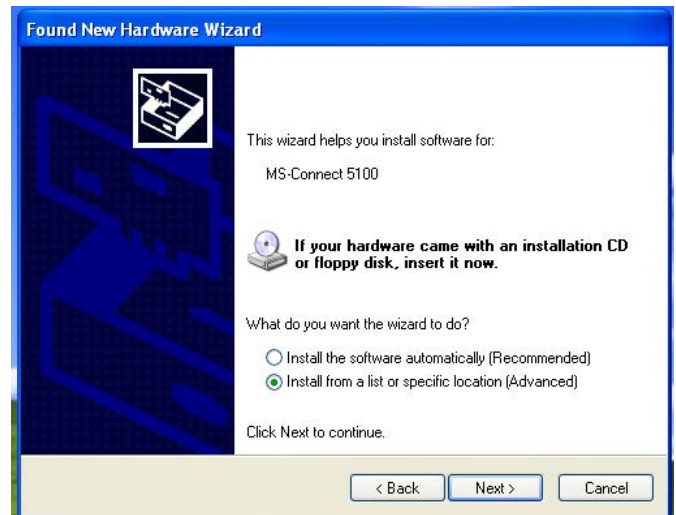

FIG.15: Caricamento del software da un percorso specifico
3. Verrà visualizzata la FIG.15. Inserire il CD nell'unità CD-ROM del PC. Selezionare "Install the software from a list or specific location", quindi fare clic su Next. Il percorso del programma è C:\Program Files\Graco\GracoConfig\Device.